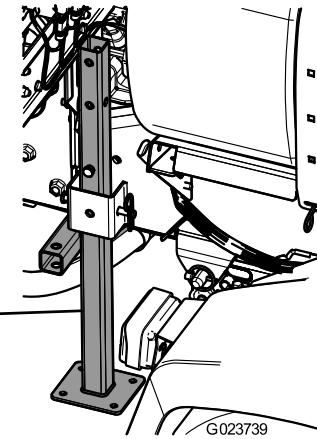

Figure 50
3. Insérez les pieds de support arrière par le bas du cadre, près des points d'attache arrière (Figure 50).